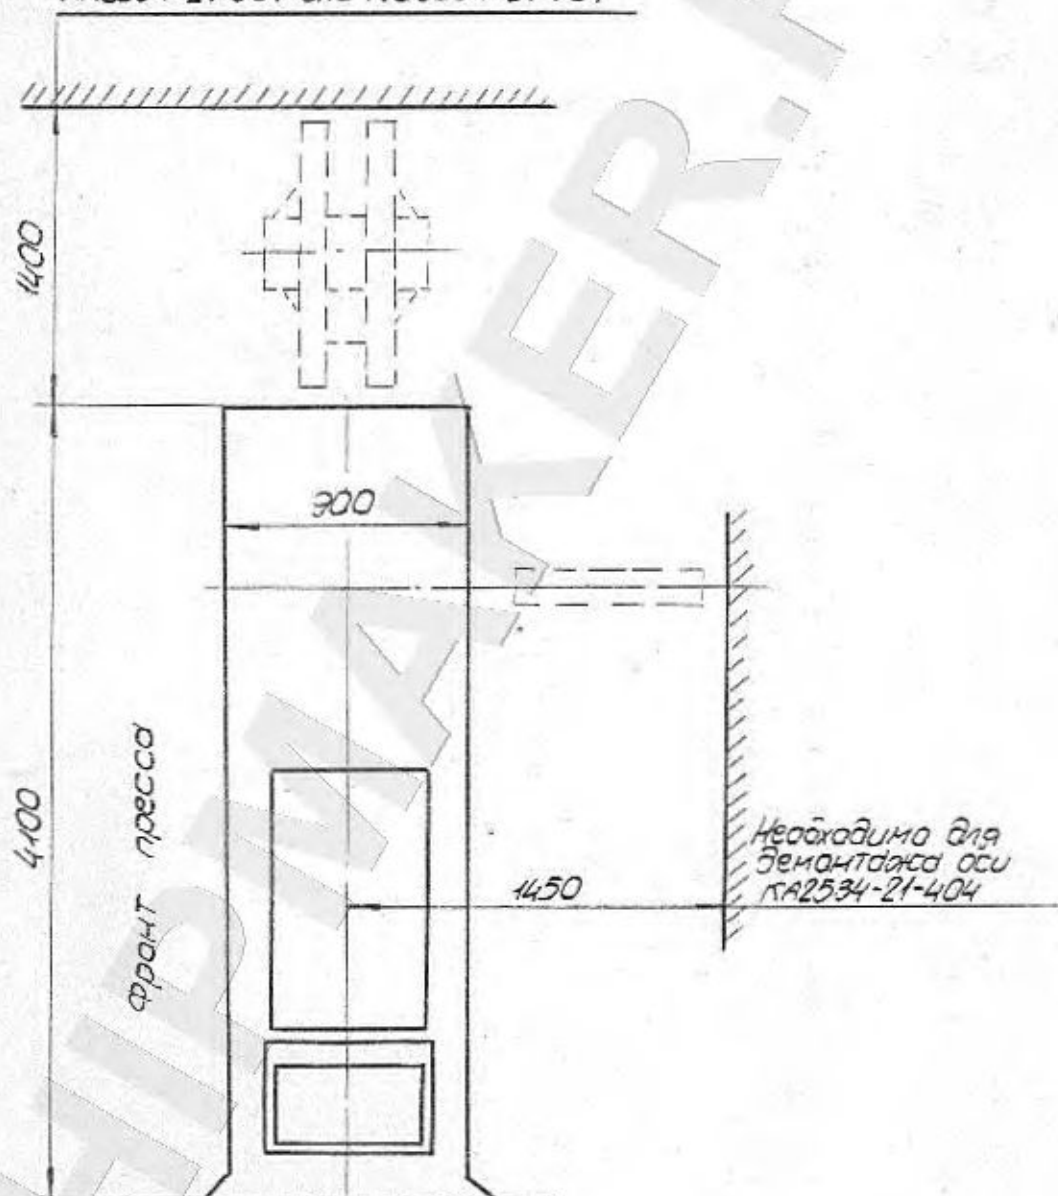

Рис. 16. Минимальные расстояния, необходимые для полной разборки прибора.
3. Расстояние от прессы до стены цеха или другого рядом стоящего оборудования должно удовлетворять размерам схемы (рис. 16).